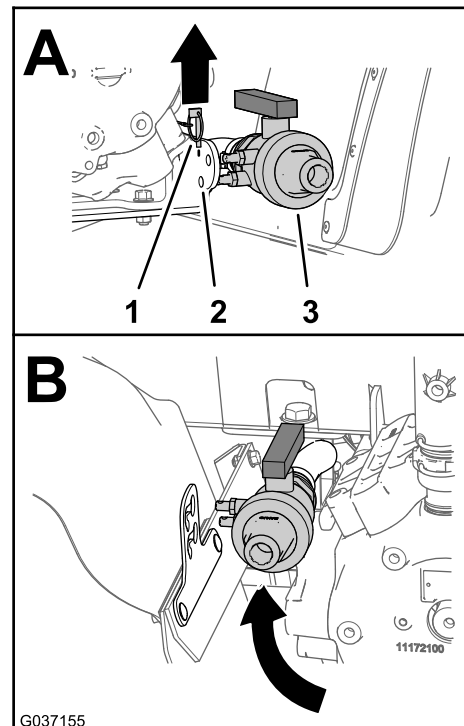

Figura 11
1. Rimuovete l'acciarino che fissa la valvola di spurgo alla staffa della pompa dell'irroratrice (Figura 11).
2. Spostate la valvola di spurgo tra il paraurti posteriore sinistro e la pompa dell'irroratrice (Figura 11).